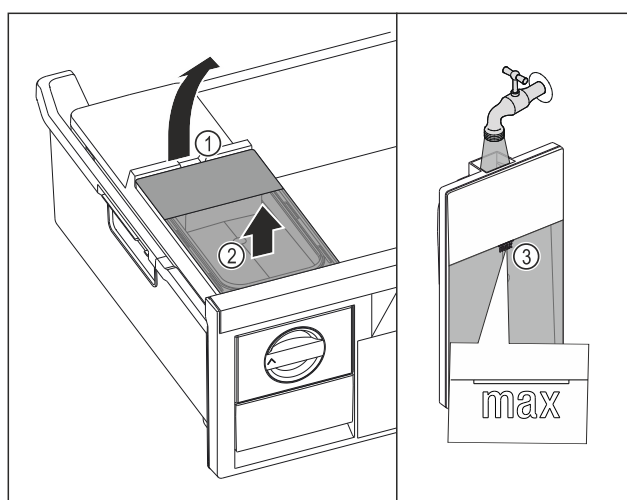

Fig. 71
- ▶ Elevar el depósito de agua por la entalladura *Fig. 71 (1)*.
- ▶ Extraer el depósito de agua hacia arriba. *Fig. 71 (2)*
- ▶ Llenar el depósito de agua con agua potable hasta la marca *Fig. 71 (3)*.